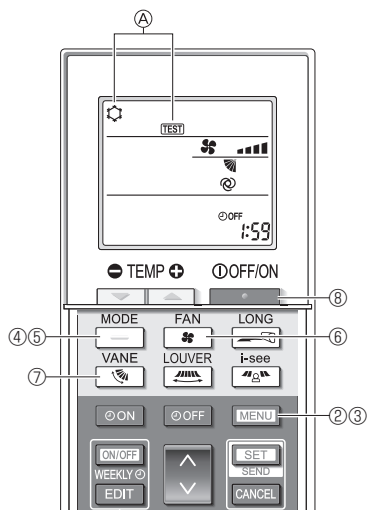

Fig. 8-5
- ① Włączyć zasilanie jednostki co najmniej 12 godzin przed ruchem próbnym.
- ② Nacisnąć przycisk **MENU** na 5 sekund. (Fig. 8-5)
Zostanie wyświetlony napis **A** [TEST] i bieżący tryb pracy. (Fig. 8-5)